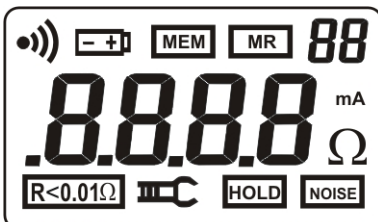

Abb. 2: Reihenfolge der Bildschirme nach dem Einschalten des Gerätes
- Den Bildschirm mit allen existierenden Symbolen (siehe Abb. 2 – Linke Seite)
- Den Bildschirm mit der geladenen Firmware-Version (siehe Abb. 2 – Mitte)
- Führt die Kalibration durch, und zeigt dabei ein Countdown von "CAL.5" bis zu "CAL.0" (siehe Abb. 2 – Rechte Seite)